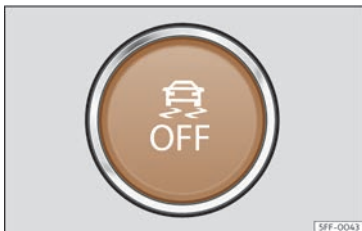

Abb. 98 Im unteren Bereich der Mittelkonsole: Taste zum Ein-/Ausschalten von ESC
- Zum Ein- und Ausschalten von ESC im Modus „Sport“, kurz die Taste  in der Mittelkonsole drücken >>> (Abb. 98).
- Zum Ein- und Ausschalten von ESC, die Taste  in der Mittelkonsole länger drücken >>> (Abb. 98).